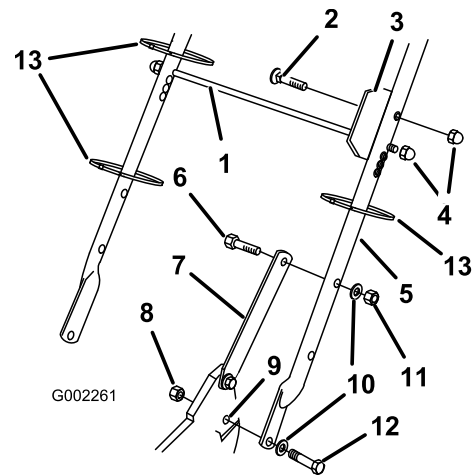

Figura 3
pernos (5/16 x 1-1/4 pulgadas), arandelas y contratuercas finas (5/16 pulgada) (Figura 3).
- Fije los cierres del manillar al manillar con dos pernos (5/16 x 1-1/2 pulgadas), arandelas, y contratueras (Figura 3).
- Deslice la varilla de soporte de la bolsa por el segundo (desde arriba) taladro de montaje de cada lado del manillar y fije cada extremo con una contratuerca de caperuza (Figura 3).
- Introduzca el perno a través de la chapa de alineación de la bolsa y el taladro superior del lado izquierdo del manillar, y fíjelo con una contratuerca de caperuza (Figura 3).